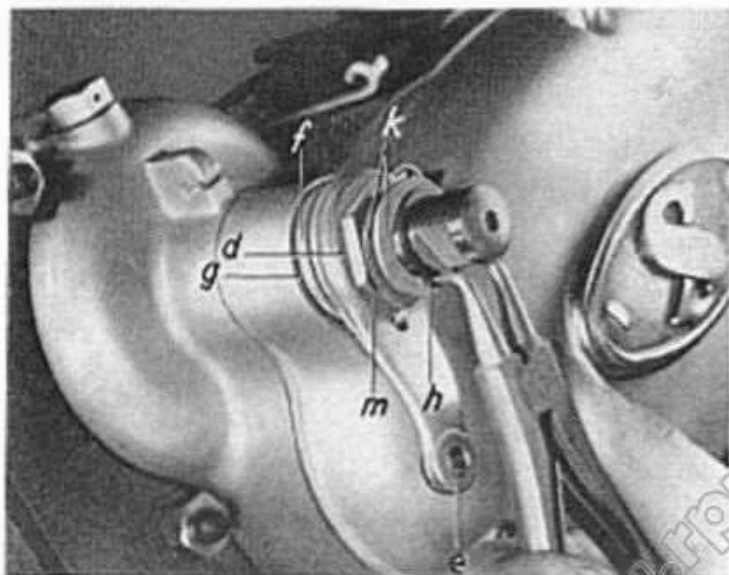

Bild 21
3.7 Bremshebel von Tretlagerwelle entfernen. Sicherungsring (h) mittels Spezialzange entfernen, Ausgleichscheiben (k) abnehmen. Mutter M 20,8 (m), linkes Gewinde, entsichern (d) und abschrauben. (Rohrsteckschlüssel SW 26.) Bremshebel (e) und Anlagescheibe (f), beide innen verzahnt, abziehen. Anlauf- bzw. Ausgleichscheiben (g) unter der Anlagescheibe entfernen. (Bild 21)